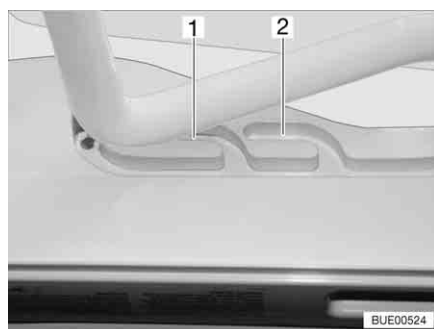
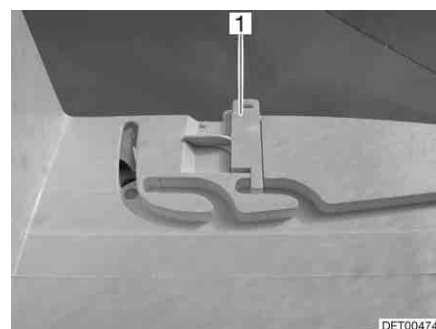

Bild 72 Heki-takluckan i ventilationsläge
Bild 73 Lås ventilationsläge
Heki-takluckan kan ställas i två ventilationslägen: Läget för dåligt väder (Bild 72,1) och mittläget (Bild 72,2). Beroende på modell kan takluckan låsas i mittläget med de båda spärrarna (Bild 73,1) till höger och vänster om ramen till takluckan.
- Tryck bygel lätt uppåt och skjut in den i det valda spåret (Bild 72,1 eller 2) och lås eventuellt.